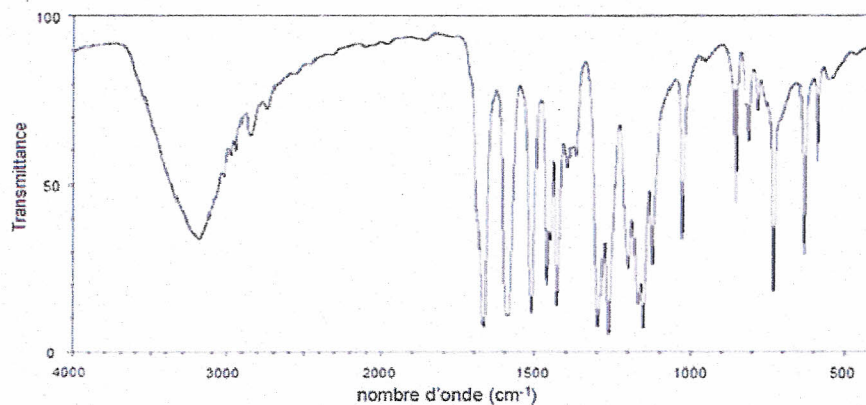
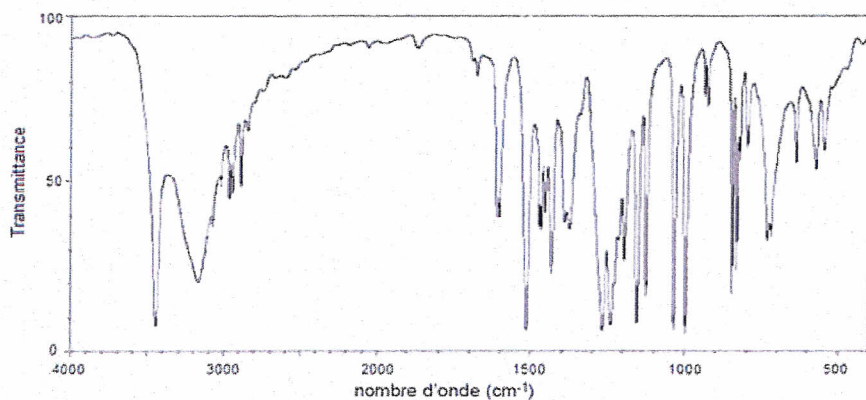

Figure 2 . spectre d'absorption IR de la vanilline .
Figure 3 . spectre d'absorption IR du produit de synthèse.
1.8. Les spectres d'absorption infrarouge de la vanilline et du produit de synthèse obtenu sont donnés ci-dessous (figure 2 et figure 3). Vérifier que la vanilline a été consommée lors de la réaction réalisée.